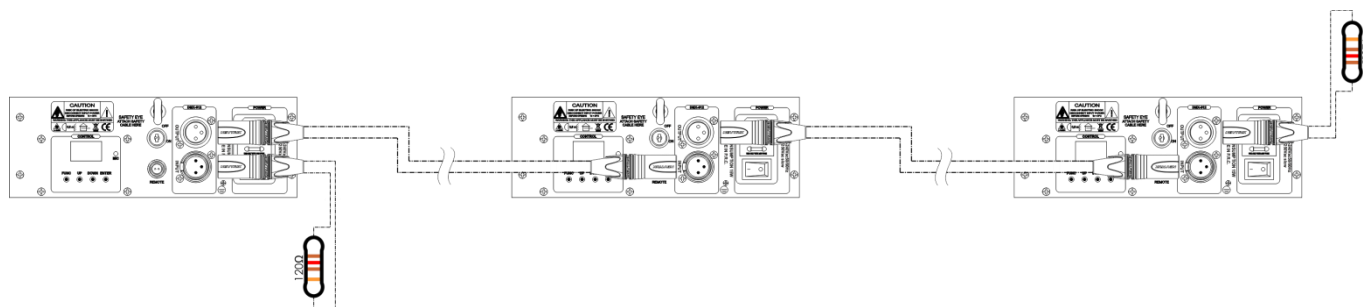

Fig. 03
- 05) Collegare le unità come indicato nella Fig. 03. Collegare un cavo di segnale DMX dall'uscita "out" del primo dispositivo DMX alla presa "in" della seconda unità. Ripetere questo processo fino a collegare la seconda, la terza e la quarta unità. Sarà possibile usare le stesse funzioni sul dispositivo master di quelle descritte a pagina 17 (Integrati o Controllati da audio). Ciò significa che sul dispositivo master sarà possibile impostare la Modalità di funzionamento desiderata e che tutti i dispositivi slave risponderanno esattamente come il dispositivo master.